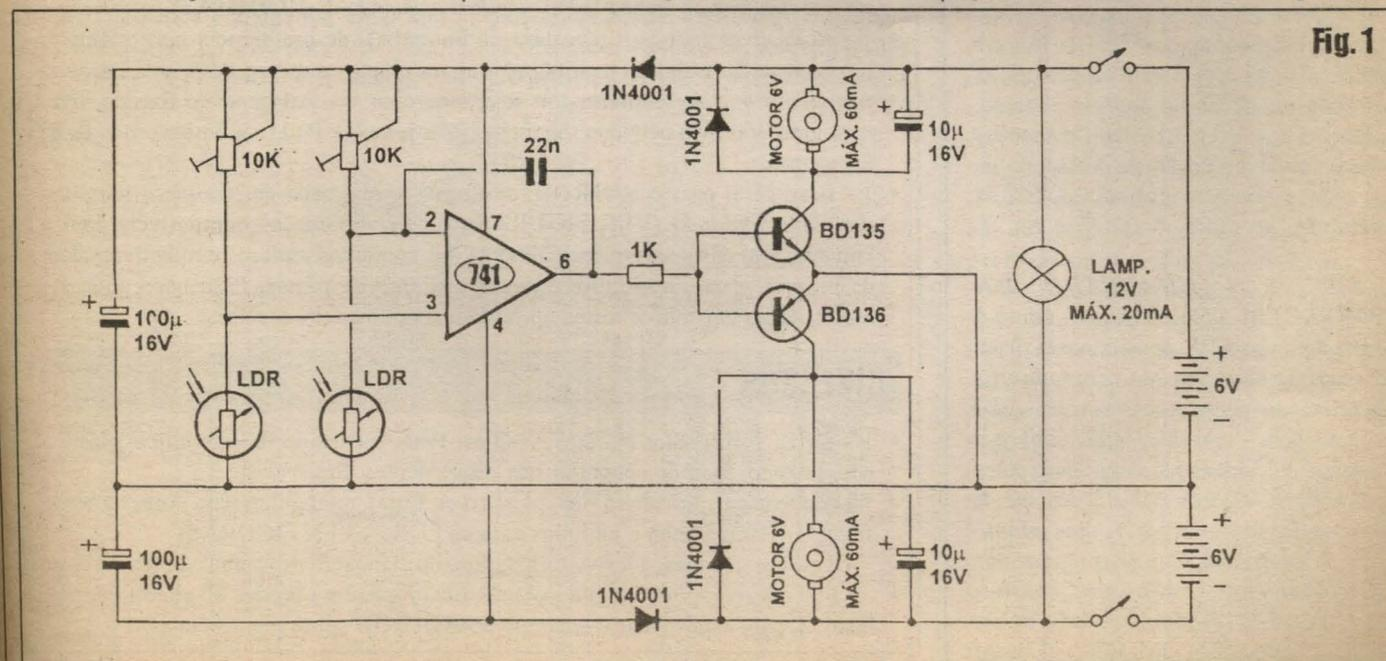

Fig. 1
- FIG. 1 - DIAGRAMA ESQUEMÁTICO DO CIRCUITO - No núcleo ativo do circuito temos um *manjadíssimo* integrado, Amplificador Operacional 741, trabalhando na função de *amplificador diferencial*, ou seja: o nível de tensão amplificado corresponde justamente à *diferença* das *voltagens* momentaneamente aplicadas às suas entradas *inversora* (pino 2) e *não inversora* (pino 3). Observar ainda que o 741 está alimentado em *split*, por fonte simétrica, com seu pino 7 recebendo 6 volts *positivos*, o pino 4 polarizado com 6 volts *negativos*, e todas as tensões do circuito referenciadas a uma linha de *terra*, eletricamente correspondente ao *centro* da alimentação *dividida* (junção dos dois conjuntos de pilhas que perfazem 6 VCC cada...). Assim, dependendo unicamente do